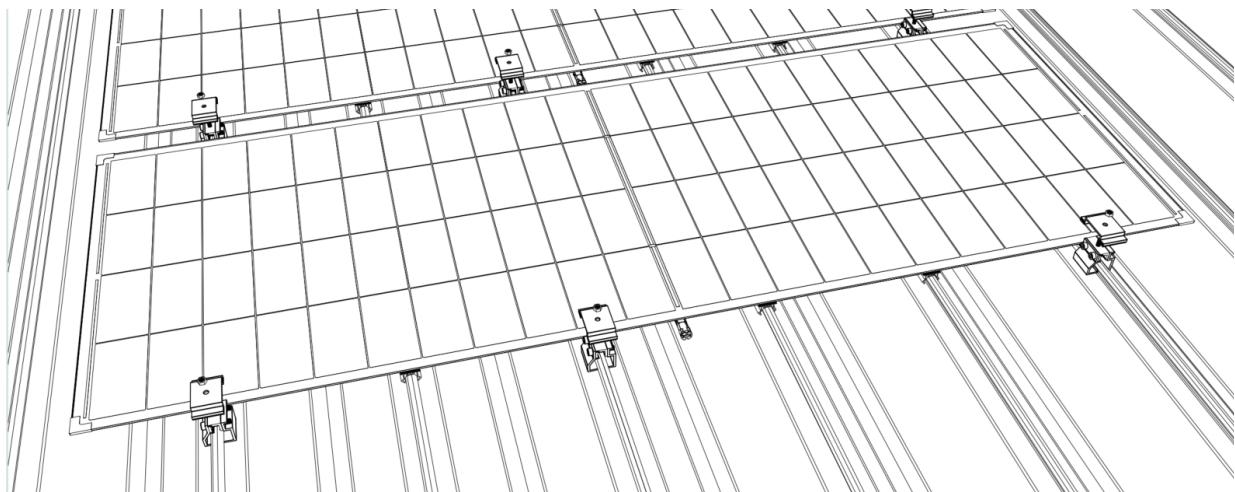

図3
- 上記の手順に従って、1つの製品の6つのクランプカバーをすべて取り外します(図3参照)；